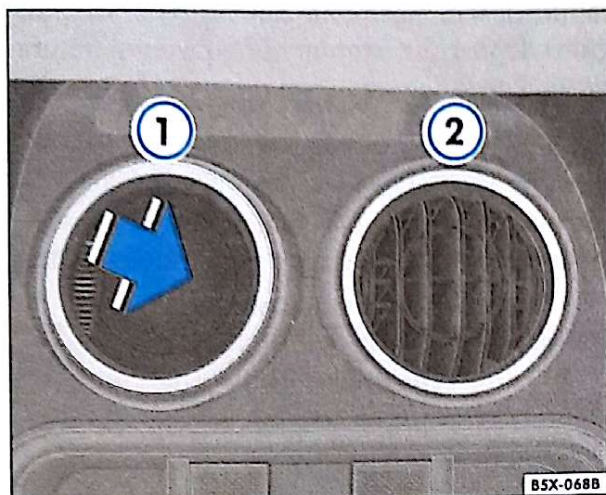

Fig. 91 Difusores de ar
- ① Difusor totalmente fechado ⇒ fig. 91.
- ② Difusor totalmente aberto ⇒ fig. 91.
podem ser abertos ou fechados movimentando o corpo do defletor. Para abertura da saída de ar, pressione o local indicado ⇒ fig. 91 -seta-.
É possível alterar a direção do ar para qualquer posição, movendo o difusor aberto ⇒ fig. 91 ②, no sentido horário ou anti-horário e com a inclinação desejada nas aletas. ◀